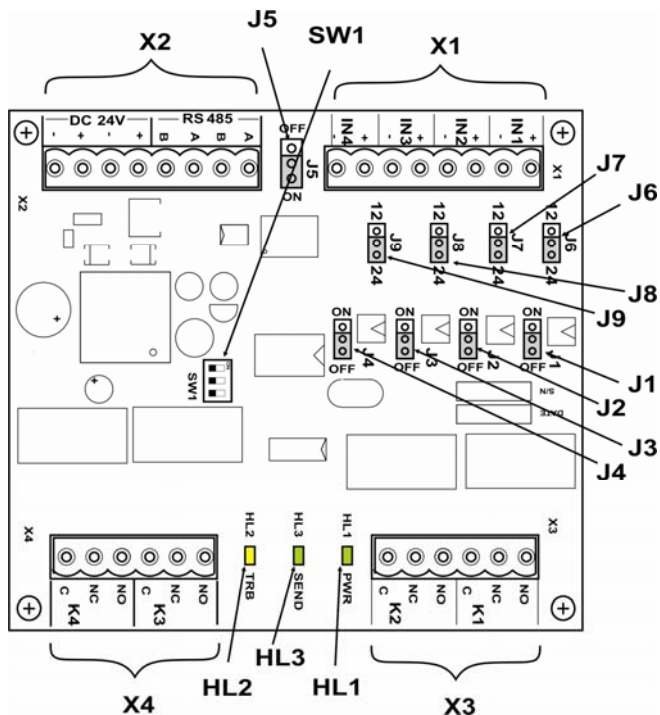

Рис.1. Общий вид печатной платы модуля Omega SP4-MC
- 6) Подключите все необходимые электропроводки к винтовым контактам изделия (см. Рис.1)
**Примечание:** Расположение светодиодных индикаторов на печатной плате изделия показано на Рис. 1